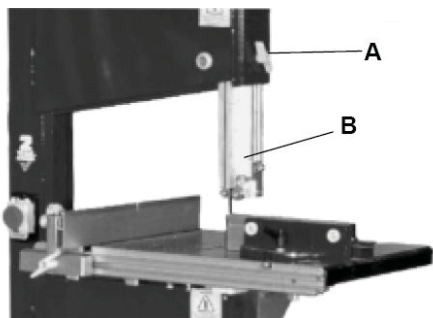

Рис. 23
- Ослабьте барашковую гайку (А) (Рис. 23) и установите верхний кожух полотна кожух в сборе (В) (Рис. 23) на расстоянии 2-3 мм над заготовкой.